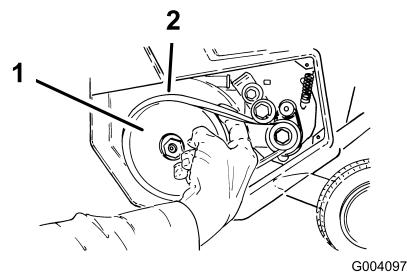

Figure 18
4. Tournez la fraise de la main gauche et déposez la courroie de la grande poulie avec la main droite (Figure 18).